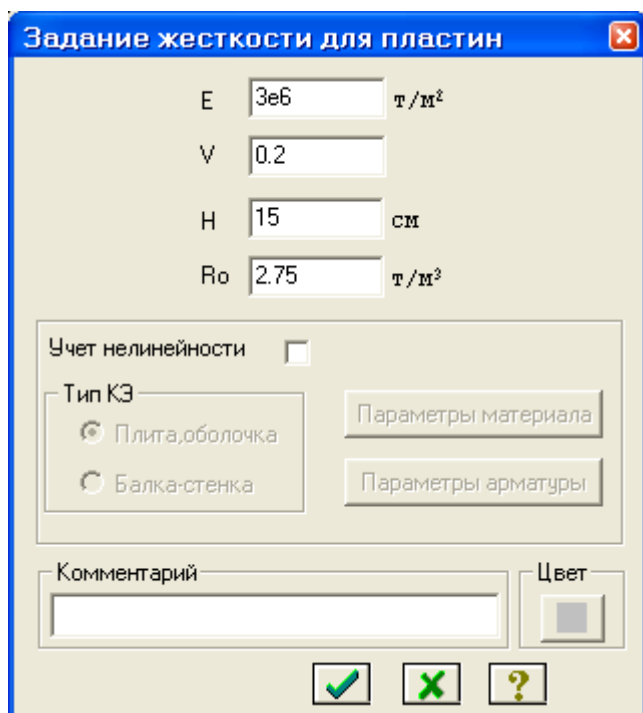

Рис.2.8. Диалоговое окно Задание жесткости для пластин
- В диалоговом окне **Задание жесткости для пластин** задайте параметры сечения **Пластины** (рис.2.8):